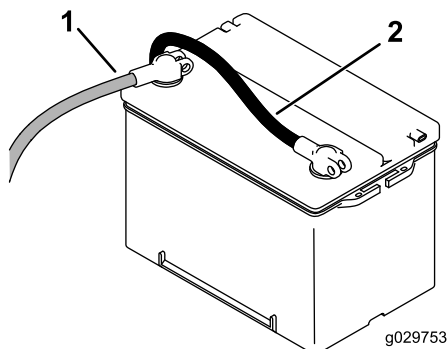

Рисунок 50
- Чтобы отключить электропитание от машины, поверните выключатель массы аккумуляторной батареи против часовой стрелки в положение «ВЫКЛ.» (OFF) (Рисунок 50).
- Подсоедините положительный кабель (красный) к положительной клемме (+), а затем отрицательный кабель (черный) – к отрицательной (–) клемме аккумуляторной батареи (Рисунок 50).